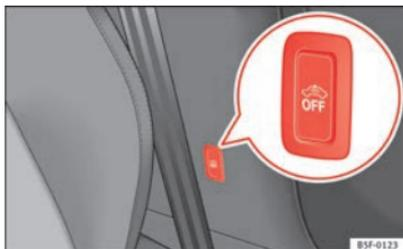

Abb. 54 Taste für Innenraum-/Abschleppschutzüberwachung
- Um die Innenraum- und Abschleppschutzüberwachung auszuschalten, schalten Sie die Zündung aus und drücken Sie die Taste ⇒ Abb. 54. Die Kontrollleuchte in der Taste leuchtet.